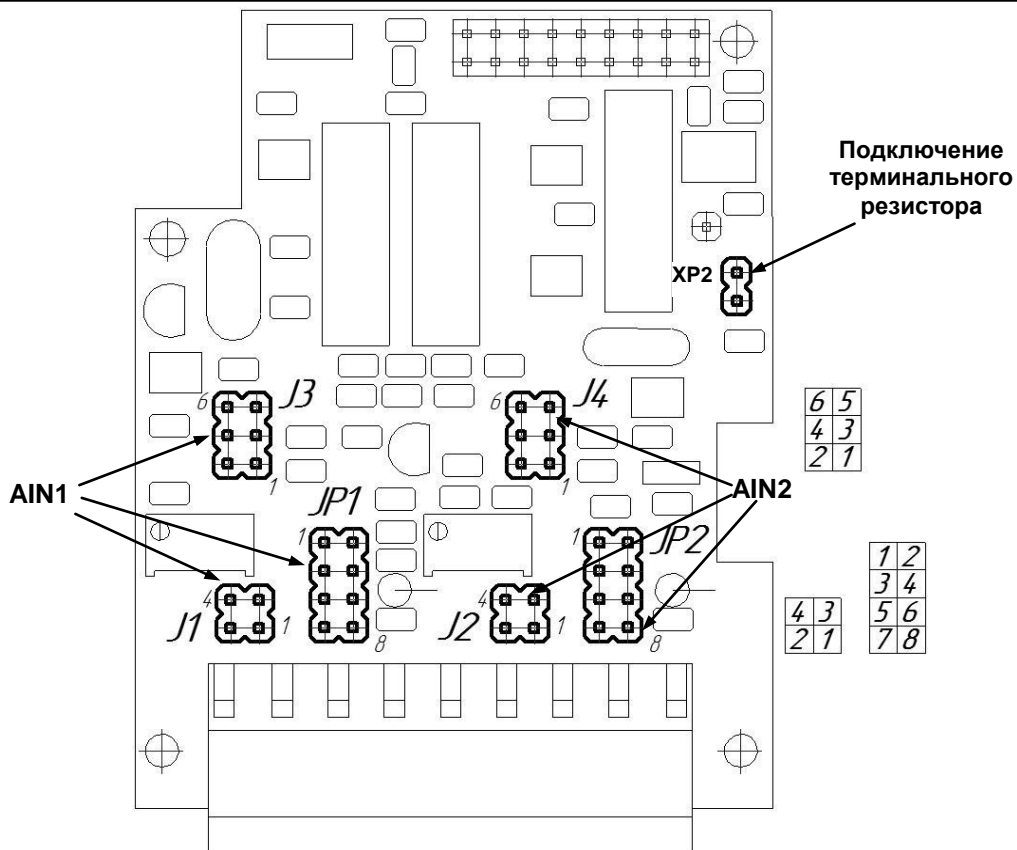

Рисунок 4.8 – Положение перемычек на плате входов
- установить положение переключателей на модуле универсальных входов в положение согласно выбранному типу входного сигнала (таблица 4.3, рисунок 4.8).